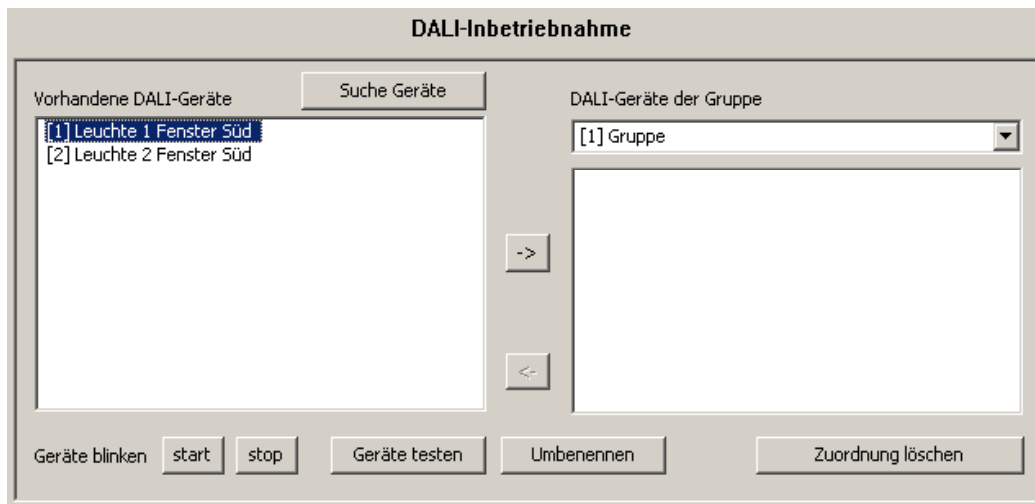

Fig. 38: Beispiel für Namensgebung der identifizierten Betriebsgeräte
Es öffnet sich ein Dialog zum Umbenennen des Gerätenamens. Es können Namen bis maximal 28 Zeichen Länge angegeben werden. Der Name darf alphanumerische als auch Sonderzeichen enthalten. Es wird empfohlen, jedes Betriebsgerät auf diese Weise eindeutig zu kennzeichnen (z. B. "Leuchte 1 Fenster Süd", "Leuchte 2 Fenster Süd", "Leuchte 1 Büro Mitte", etc. / vgl. Fig. 38 auf der nächsten Seite).
- ❶ Die Kurzadresse eines Betriebsgerätes, die in eckigen Klammern vor dem Gerätenamen angezeigt wird, ist nicht änderbar.
- ❶ Die Kurzadressen der identifizierten Betriebsgeräte werden zufällig vergeben. Um bei der Namensgebung erkennen zu können, welches Betriebsgerät tatsächlich durch den Listeneintrag gekennzeichnet ist, können verschiedene Testfunktionen des Plug-In verwendet werden. Am unteren Rand der Inbetriebnahmeumgebung sind die Schaltflächen "start", "stopp" und "Geräte testen" angeordnet, welche die Testfunktionen bedienen (vgl. Fig. 38). Die Geräte, welche getestet werden sollen, müssen zunächst im linken Teilbereich selektiert werden. Durch Betätigung der Schaltfläche "start" kann ein zyklisches Blinken (ca. 0,2 Hz) der ausgewählten Betriebsgeräte gestartet werden. Blinkende Geräte werden im Listeneintrag durch die Ergänzung "--> blinkt" gekennzeichnet. Das Blinken wird erst durch Betätigen der Schaltfläche "stopp" unterbrochen. Eine Betätigung der Schaltfläche "Geräte testen" öffnet die erweiterte Testumgebung der DALI-Inbetriebnahme. An dieser Stelle lassen sich die zuvor ausgewählten Betriebsgeräte ein- und ausschalten. Zusätzlich kann ein zyklisches oder intervalldefiniertes Blinksignal an die entsprechenden Betriebsgeräte übermittelt werden.